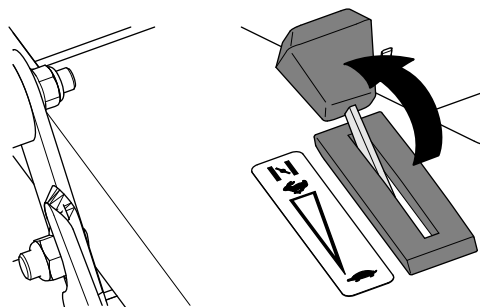

**Рисунок 11**
2. Откройте топливный кран (Рисунок 11).